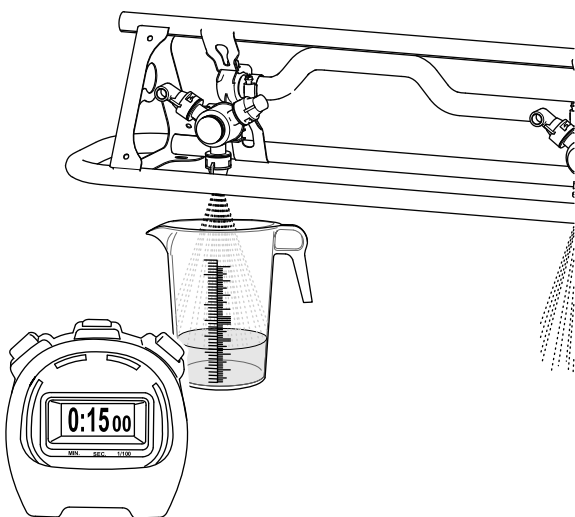

Figure 170
3. Rendez-vous derrière la machine, placez le récipient de récupération sous l'une des buses, et déclenchez le chronomètre (Figure 170).